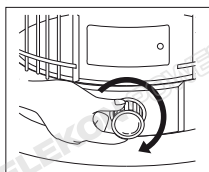

Рис. 12
- Поверните ручку регулировки фитиля по часовой стрелке и выдвиньте фитиль до конца вверх (Рис. 12).